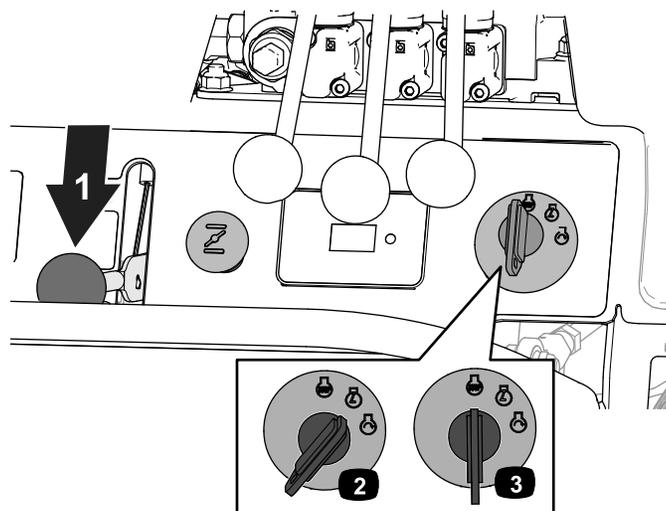

図 28
5. イグニッションキーを STOP 位置に回す 図 28。
4. スロットルを低速位置に動かす 図 28。